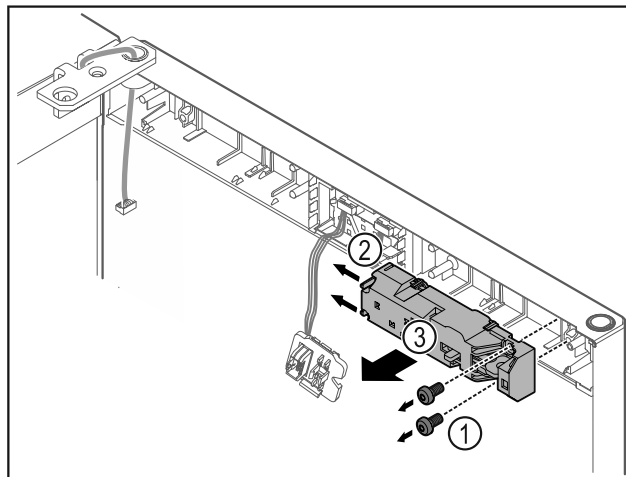

Fig. 20
- ▶ Odstranite vijake Fig. 20 (1).
- ▶ Zaklepni zatič Fig. 20 (2) potisnite v stran in snemite daljinski zaklepni element Fig. 20 (3).